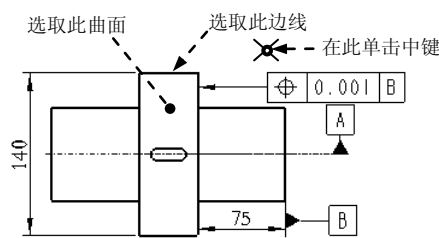

图 5.6.31 标注“位置度”
Step6. 将公差基准设置为 **B**, 其他参数采用系统默认值, 结果如图 5.6.31 所示。
Step3. 定义公差参照。在 参照: 区域的 类型 下拉列表中选择 **曲面** 选项, 选取图 5.6.31 所示的曲面为公差参照。
(1) 在对话框中 放置 区域的 类型 下拉列表中选择 **法向引线** 选项, 在弹出的 **LEADER TYPE (引线类型)** 菜单中, 选择 **Arrow Head (箭头)** 命令。
(2) 在系统 选取多边, 尺寸界线, 基准点, 多个轴线, 曲线 或 顶点. 的提示下, 选取图 5.6.31 所示的边线。
(3) 在图 5.6.31 所示的位置单击中键, 放置“同轴度”公差。